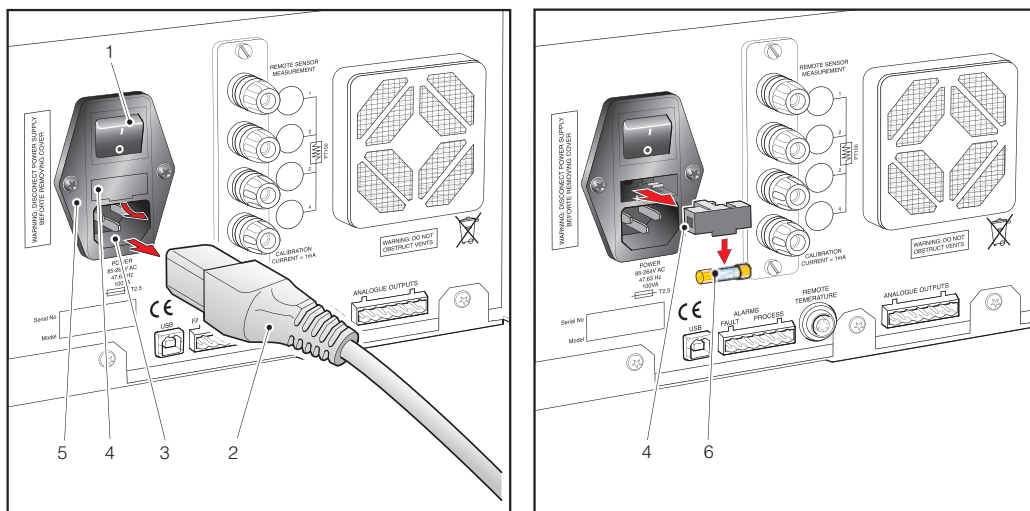

Рис. 37 Замена предохранителя источника питания
1. Если для кабеля источника питания предусмотрен предохранитель, выключите источник питания, извлеките вилку, проверьте и при необходимости замените предохранитель. Если после установки предохранителя и включения источника питания прибор по-прежнему не работает, выполните следующие действия (см. рис. 37).